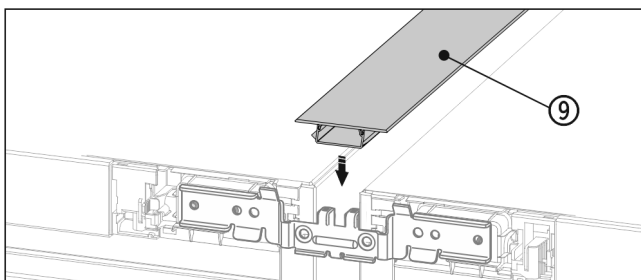

Fig. 21
- Sur le côté supérieur, pousser la baguette Fig. 21 (9) courte dans la fente horizontale.